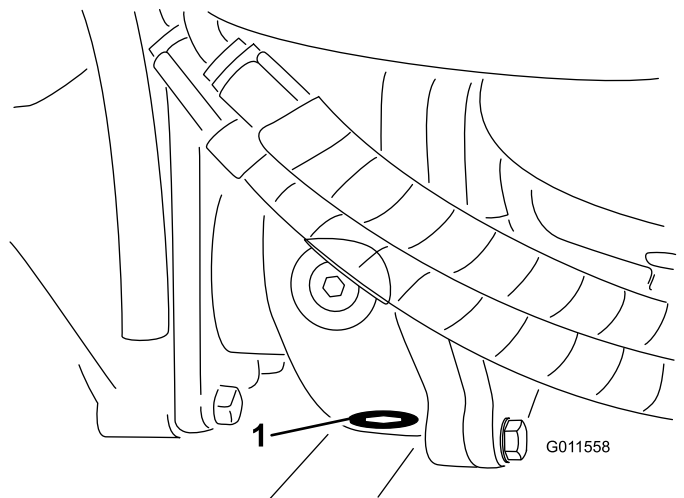

Figura 108
5. Limpe a zona em redor do tampão de escoamento no fundo da caixa de engrenagens (Figura 108).